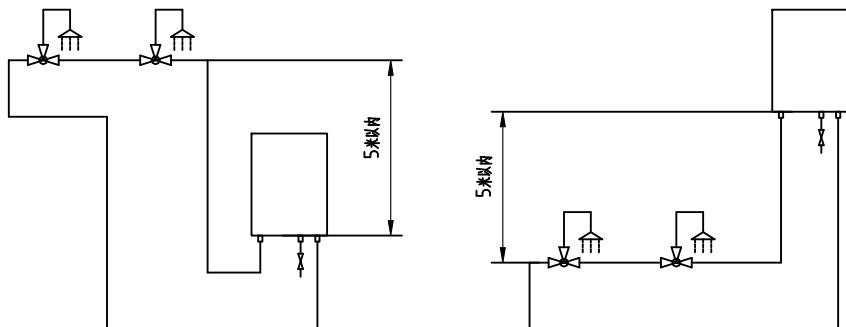

图15
- 从燃气热水器出口到末端热水龙头处的循环配管的高低落差应在5米以内（如下图15）